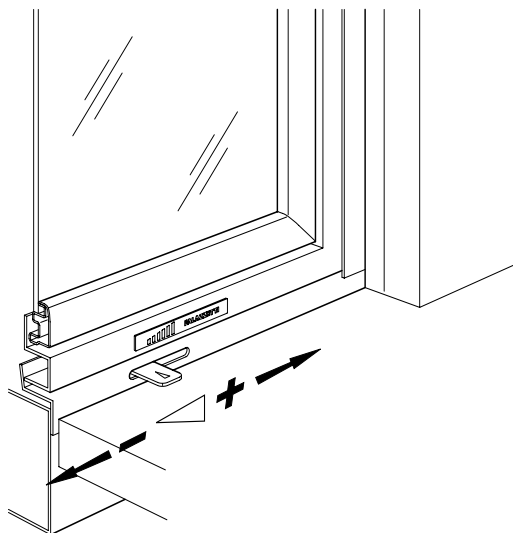

Fig. 7.1.1
- Aprire al massimo il registro dell'aria comburente (Fig. 7.1.1: - CHIUSO; + APERTO).
- Den Schieber der Verbrennungsluft ganz öffnen (Abb. 7.1.1: - GESCHLOSSEN, + OFFEN).
La **COMBUSTIONE PRIMARIA** avviene su Monoblocco ed Ecomonoblocco immettendo nel braciere, attraverso delle feritoie, aria che viene regolata dal pomello esterno posizionato in basso sulla destra del focolare (Fig. 7.1.1):
Takes place on Monobloc and Ecomonobloc models by sending air to the grate through slots. The air is adjusted by means of the external knob located on the lower right of the fire box (Fig. 7.1.1):